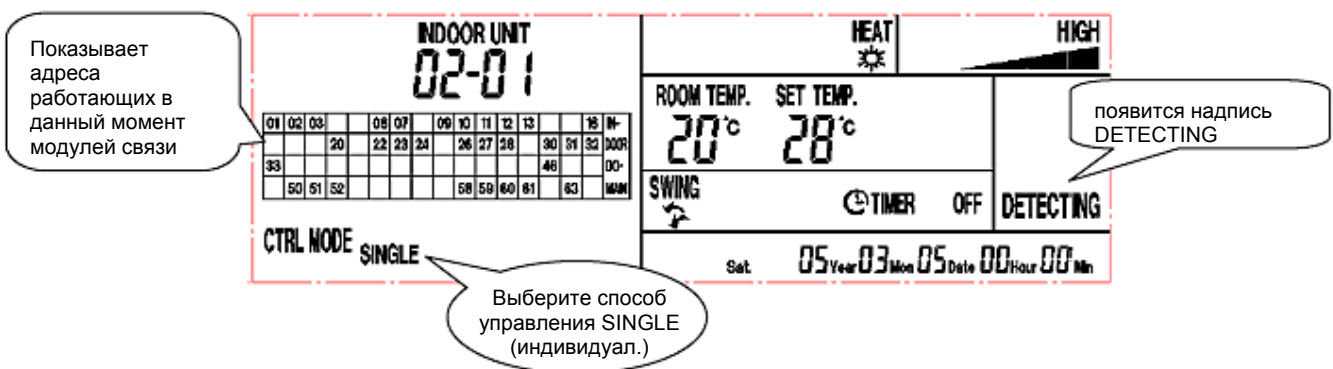

Рис. 10
- С помощью кнопок-стрелок **ВВЕРХ, ВНИЗ, ВПРАВО и ВЛЕВО** выберите модуль связи. Нажмите кнопку **Indoor/Domain** или **Select**, когда курсор будет указывать на нужный модуль связи. Теперь Вы сможете выбрать внутренний блок, подключенный к этому модулю (рис. 10).